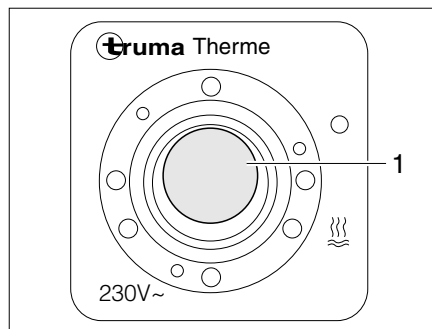

Fig. 124 Commutateur de commande du Therme
Le commutateur de commande (Fig. 124) permet la mise en service en mode de fonctionnement électrique. Le voyant de contrôle (Fig. 124,1) placé sur le commutateur doit s'allumer.
- Mettre le commutateur de commande (Fig. 124) en marche. Le voyant de contrôle (Fig. 124,1) placé sur le commutateur s'allume.
- Mettre le commutateur de commande (Fig. 124) hors circuit. Le voyant de contrôle (Fig. 124,1) placé sur le commutateur s'éteint.
- Mettre le commutateur de commande (Fig. 124) hors circuit. Le voyant de contrôle (Fig. 124,1) placé sur le commutateur ne s'allume pas.